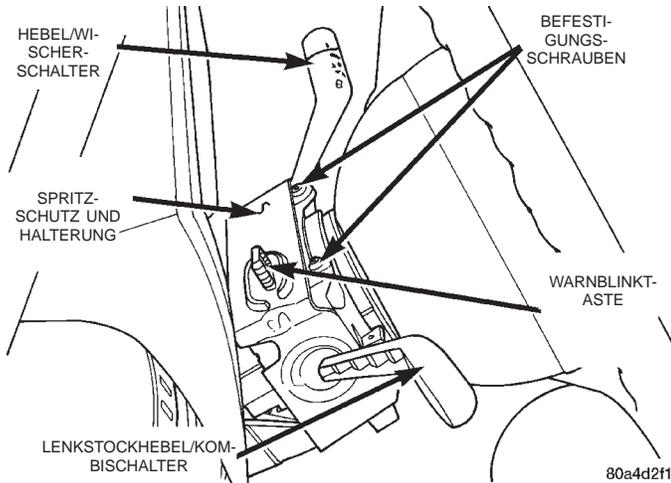

Abb. 6 Obere Befestigungsschrauben des Spritzschutzes lösen bzw. eindrehen
(5) Die obere und die untere Lenksäulenverkleidung von der Lenksäule abnehmen.
(6) Die beiden Schrauben lösen, mit denen der Spritzschutz und die Halterung des Kombischalters oben an der Lenksäule befestigt sind (Abb. 6).